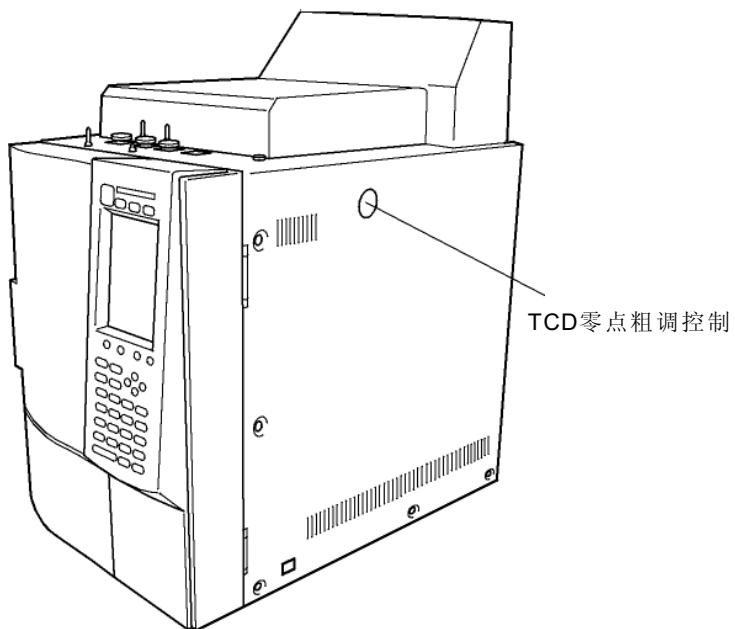

图.13.2.4
2. 如图.13.2.4所示打开TCD零点粗调控制器，使基线接近零点。控制器打开后需要一段时间移动基线。慢慢打开控制。